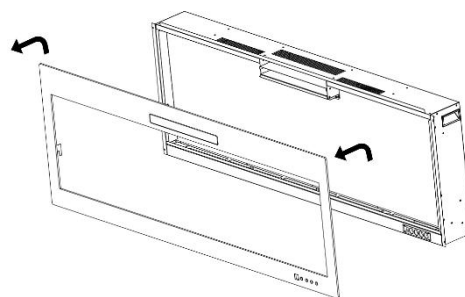

Fig. 2-2
B. Rimuovere le due staffe e metterle da parte. (**Fig. 2-2**)